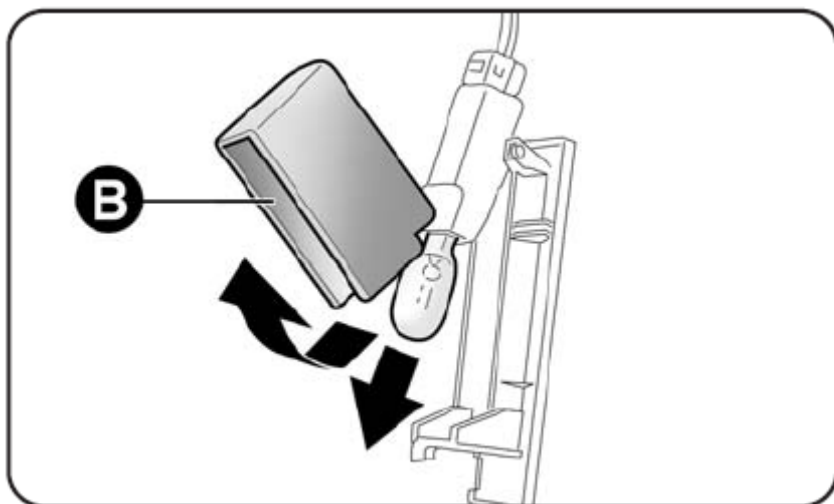

Рис. 34
- Откройте корпус **В** – **рис. 34** и замените лампу;